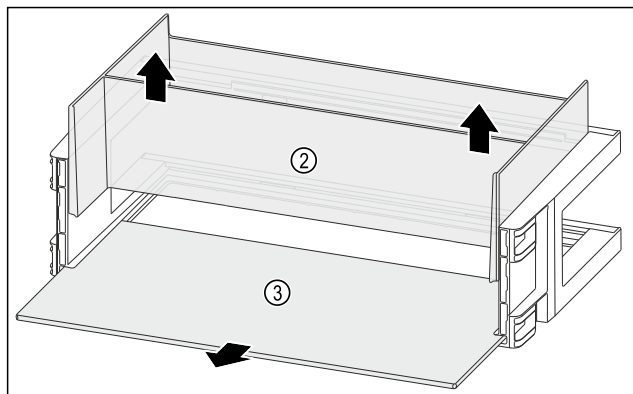

Fig. 91
- Wyjąć organizer Fig. 91 (2) do góry.
- Wyjąć półkę Fig. 91 (3).